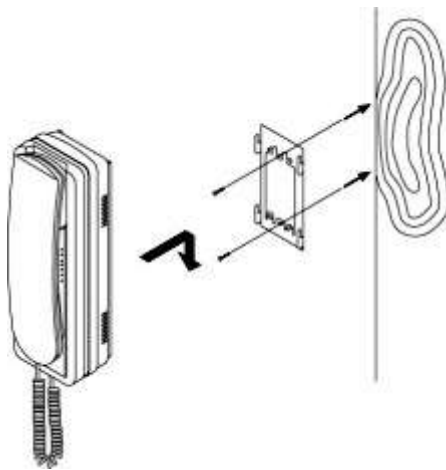

Рисунок 6. Монтаж абонентского блока «Рупор-ДТ»
3.2.3 **Вариант 1.** Приложите к стене шаблон для монтажа (рис. 6). Просверлите 3 отверстия (А, В и на выбор С или D).
3.5.2 Двумя саморезами из комплекта поставки закрепите кронштейн на деревянной или гипсокартонной поверхности (рис. 6).